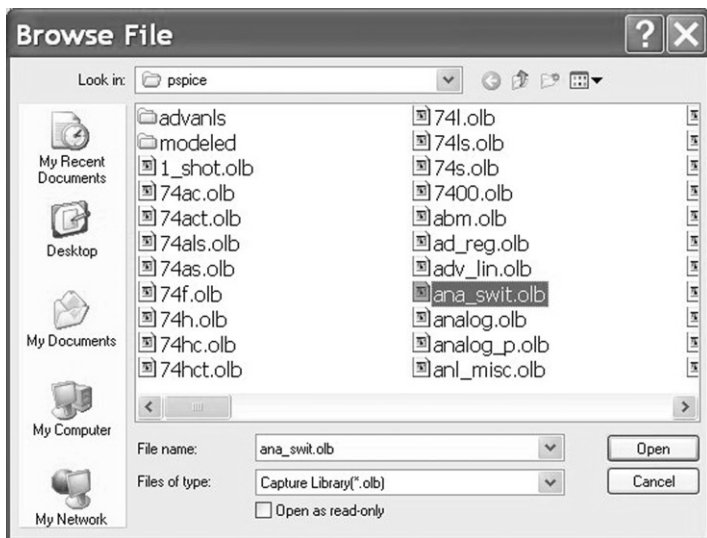

图 1.31 浏览库文件
2. **Browse File** 浏览文件窗口（见图 1.31）将会打开。首先确定文件路径为 **tools > capture > library > PSpice**，然后选择 **ana_swit. olb** 元件库，最后单击 **Open** 打开按钮把库文件添加到仿真